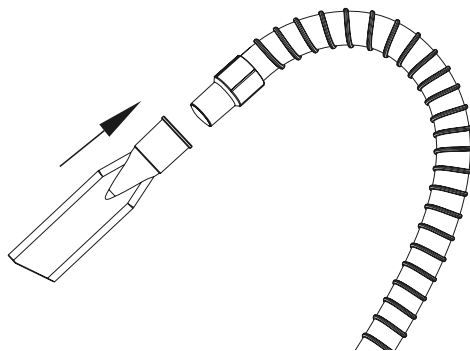

Fig. 11 – Montagem do bocal para cantos
- Monte o bocal para cantos na mangueira, conforme Fig. 11.